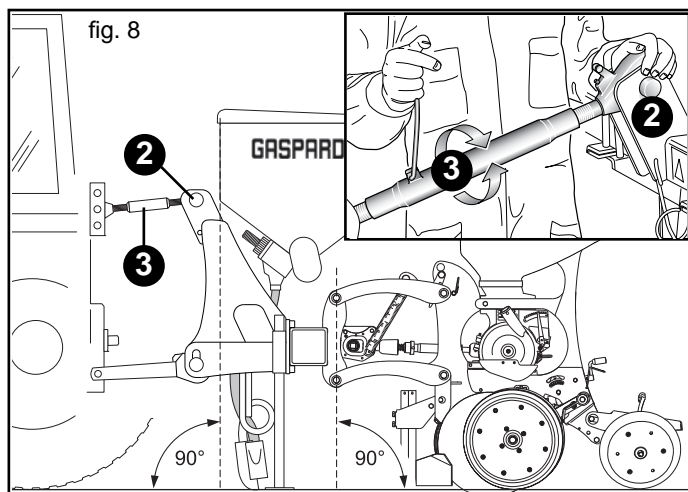

fig. 8
- 2) Relier le troisième point supérieur (2, Fig. 8); bloquer la cheville par la goupille "ad hoc". Positionner le semoir perpendiculairement au sol (Fig. 8) par l'entretoise de réglage (3, Fig. 8).